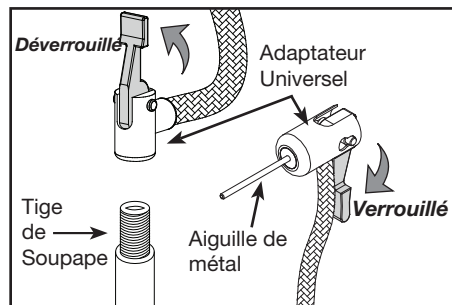

Figure 4 - Verrouiller bien l'adaptateur universel
3. Lorsque l'adaptateur universel est bien fermement en place, enfoncer le levier de verrouillage (voir les figure 4).
3. Lorsque l'adaptateur universel est bien fermement en place, enfoncer le levier de verrouillage (voir la figure 4).